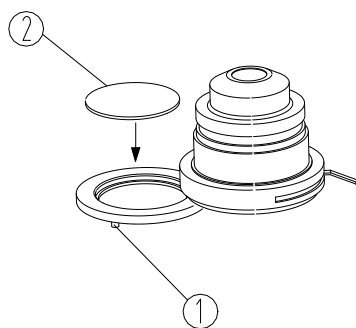

Figure 16
Retirez le cadre du filtre de couleur① situé en bas du condenseur dans le sens horaire, insérez le filtre ② dans son trou, puis fixez le cadre dans le sens antihoraire (voir la figure 16).